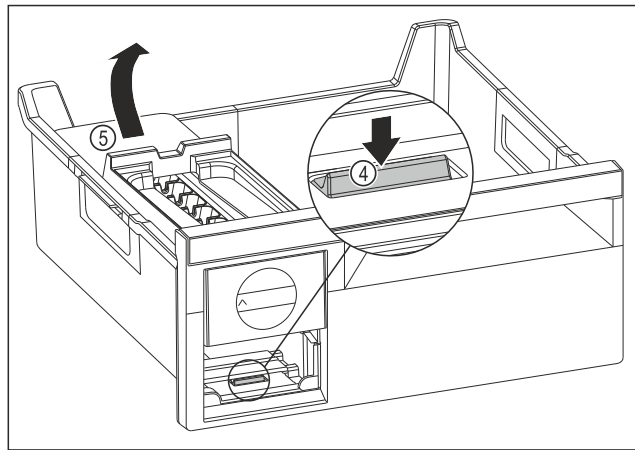

Fig. 172
- ▶ EasyTwist-Ice-corpus wegnemen: Strip Fig. 172 (4) met uw vinger omlaag drukken en gelijktijdig met de andere hand de EasyTwist-Ice-corpus Fig. 172 (5) van achteren optillen.